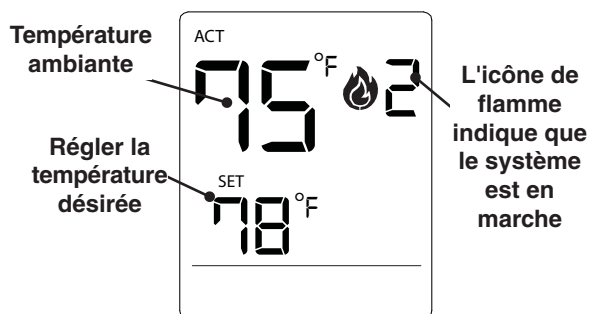

Fig. 42-2 Détails du thermostat
- **Mode Thermostat (Fig. 42-2):** Dans ce mode, le foyer continuera à fonctionner jusqu'à ce que la température ambiante augmente de 1° F au-dessus de la température réglée.